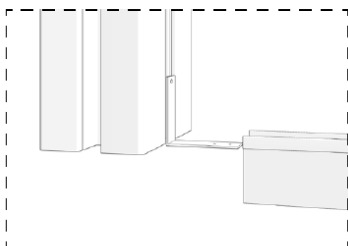
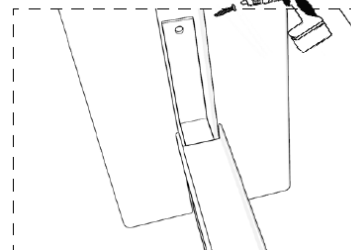

ABB. 8 – UNTERER RIEGEL AM PFOSTEN POSITIONIERT
ABB. 10 – WINKEL MIT SELBSTSCHNEIDENDEN SCHRAUBEN FIXIERT
- 01 Positionieren Sie den unteren Riegel am Pfosten und verbinden Sie ihn auf beiden Seiten mit einem 60 × 70 mm L-Winkel (Abb. 8–9). Fixieren Sie ihn entsprechend den Schraubenlochpositionen am Winkel mit einer 3.9 × 32 mm selbstschneidenden Schraube und zwei 3.9 × 9.5 mm Schrauben (Abb. 10).